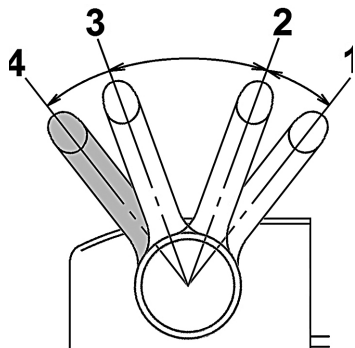

Рис. 13 Остановка двигателя
3. Переведите рычаг газа в положение «4» (Выключено) (Рис. 13).